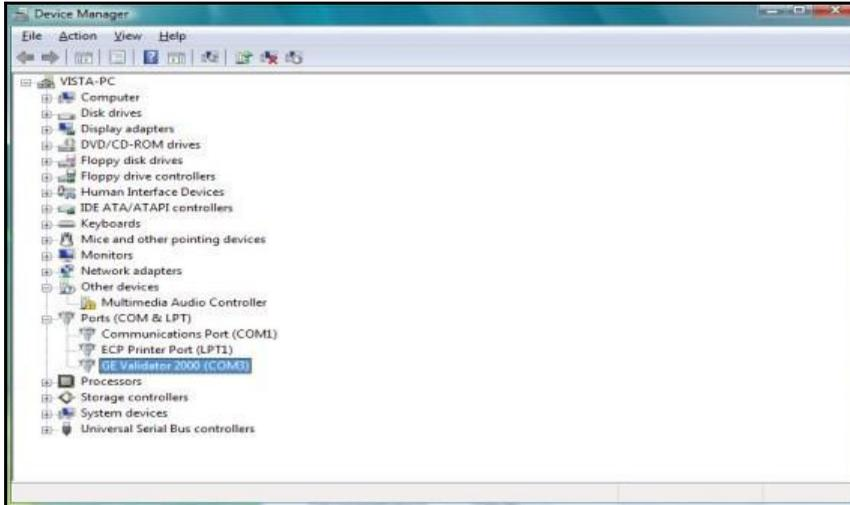

图 119: 为 GE Validator 2000 更新设备管理
10. 点击 关闭 及 Device Manager 设备管理器 (图 119), 应该升级为 **GE Validator 2000** 2000.